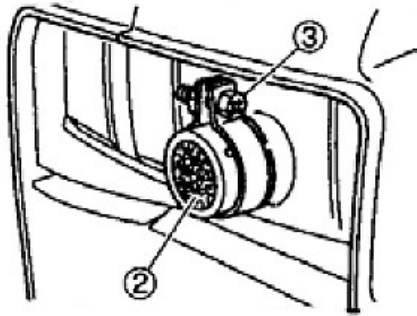

Fig.52: Aflojar el tornillo de apriete
Paso 3: Afloje el tornillo de apriete (Pos. 3, Fig. 52).